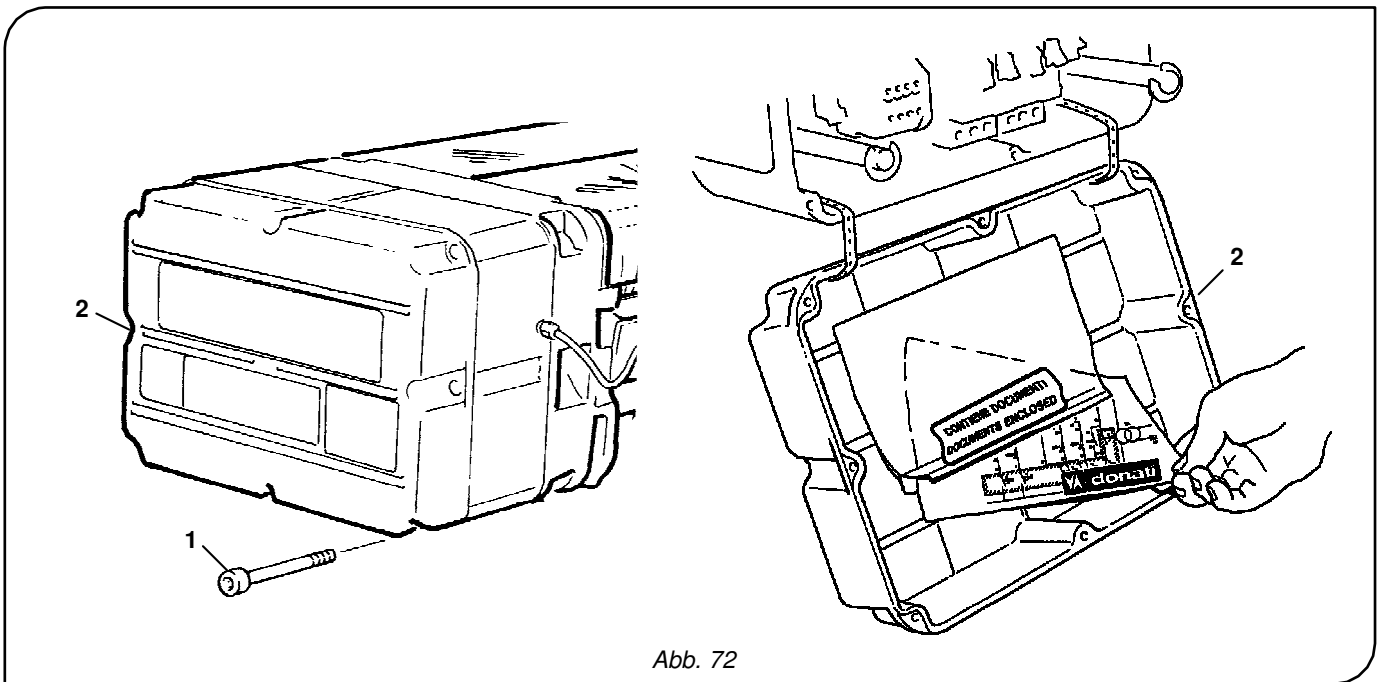

Abb. 72
3. Entfernen Sie die Schrauben **-1-**, mit denen die Abdeckung des Anschlussgehäuses (auf der dem Motor gegenüberliegenden Seite) befestigt ist, und nehmen Sie die Abdeckung **-2-** ab. Stellen Sie sicher, dass der elektrische Schaltplan im Anschlussgehäuse vorhanden ist (Abb. 72).
6. Stecken Sie den Schaltplan zurück in das Anschlussgehäuse und schließen Sie den Deckel **-2-**, wobei darauf zu achten ist, dass die Dichtung bzw. die zugehörige Dichtebene nicht beschädigt werden. Ziehen Sie alle Schrauben **-1-** nun wieder fest an (Abb. 72).